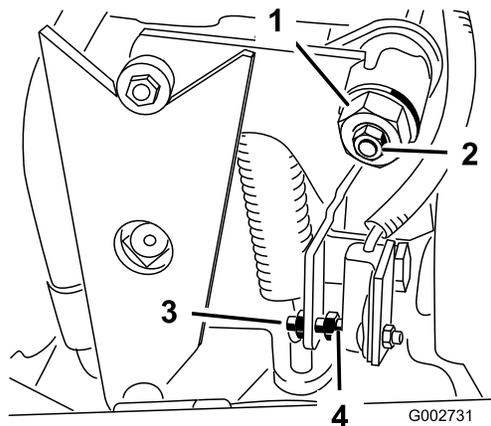

Figure 21
4. Desserrez le contre-écrou de la came de réglage de transmission (Figure 21).
5. Mettez le moteur en marche et tournez l'hexagone de la came (Figure 21) dans un sens puis dans l'autre pour déterminer la position centrale de la course de réglage du point mort.
3. Ajustez la vis jusqu'à obtenir un écartement de $1,5 \text{ mm} \pm 0,8 \text{ mm}$ (Figure 21).